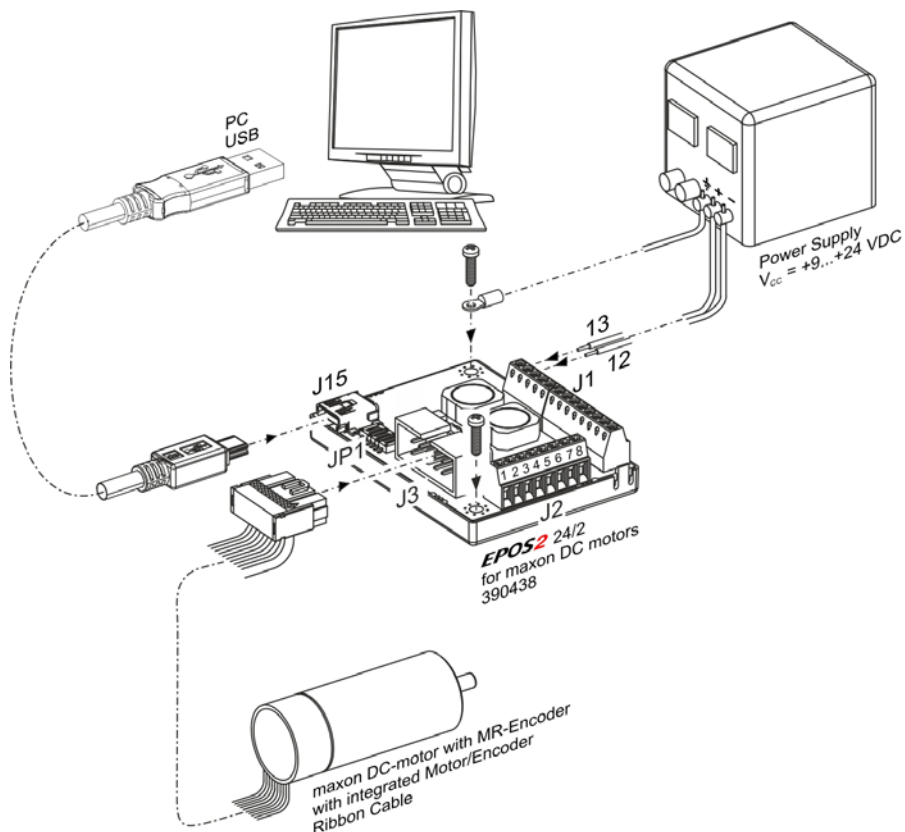

図 3-2 最小限の配線: maxon DC motor (モータ・ケーブルとエンコーダ・ケーブルがフラットケーブルで統合された DC モータ)
- 2) 下表および下図をご参考に配線作業を行って下さい。(→ 表 3-5 および 図 3-2).